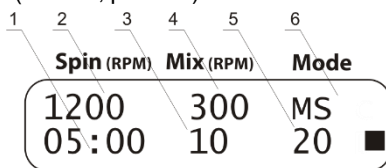

Рисунок 4. Центрифуга + vortex
- 5.10.1 Выберите режим чередующихся центрифугирования и вортексирования (индикация **M.S.** параметра **Mode**, рис. 4/6).
- 5.10.2 Установите необходимую скорость центрифугирования, 300–1500 об/мин (шаг 100 об/мин, рис. 4/2).
- 5.10.3 Установите время центрифугирования, 1 с–30 мин. (шаг 1 с, после 1 мин. - 1 мин., рис. 4/1).
- 5.10.4 Установите скорость вортексирования, 300–1200 об/мин (шаг 100 об/мин, рис. 4/4).
- 5.10.5 Установите время вортексирования, 1–60 с (шаг 1 с, рис. 4/3).
- 5.10.6 Установите число повторений цикла, 1–999 (рис. 4/5).